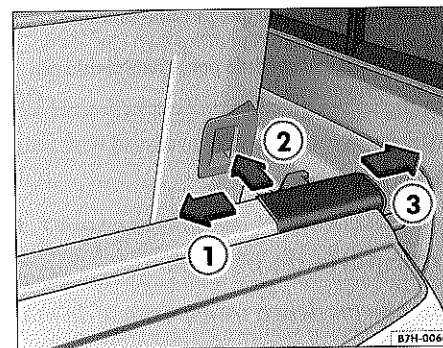

Fig. 88 Tapamaaletero: fijación del lado derecho
- Empuje el otro lado del tapamaaletero hacia dentro venciendo la resistencia del muelle ⇒ fig. 88 ① y manténgalo en esta posición.
- Encaje el otro gancho del tapamaaletero en la fijación correspondiente ②.
- Suelte el tapamaaletero. Empuje el gancho, ya dentro de la fijación, hacia fuera ③.
- Empuje un lado del tapamaaletero hacia dentro venciendo la resistencia del muelle ⇒ fig. 88 ① y tire un poco hacia atrás.